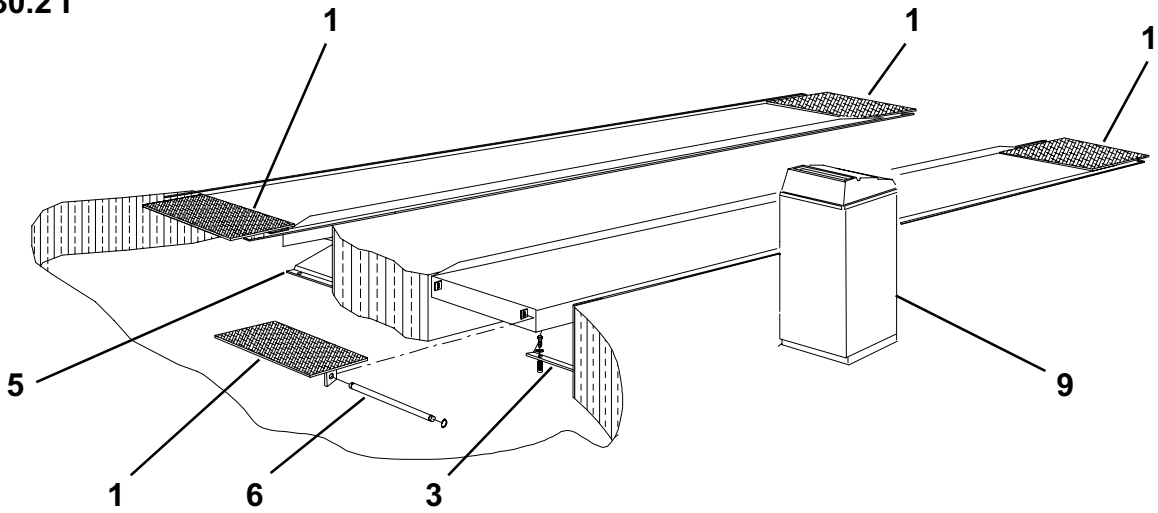

Fig. 26
Rif. Fig.26 - Montare gli arresti (1).
Ref. Fig. 26. Fit the stops (1).
Zu Abb. 26. Die Radansschläge (1) montieren.
Réf. Fig. 26. Monter les arrêts (1).
Ref. Fig. 26. Montar los topes (1).